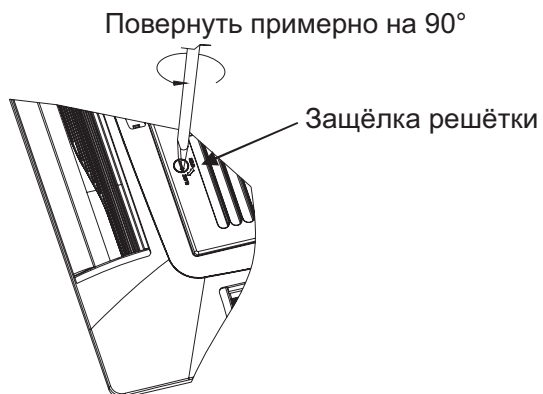

Рис. 22
1. Для того, чтобы снять решётку, необходимо повернуть защёлку решётки против часовой стрелки до её установки из горизонтального положения в вертикальное (рис. 22).